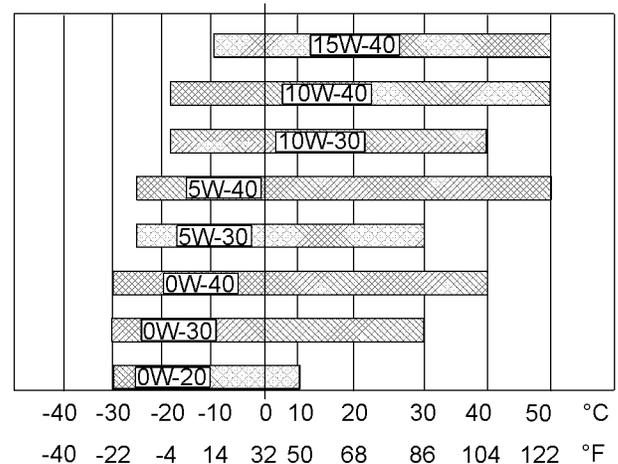

図 43
冷めたエンジンを始動するのに必要なオイルの粘度を確定するには、図43 (最低温度) を参照してください。
想定される最高外気温でエンジンを運転する際のオイル粘度を選定するには、図43 (最高温度) を参照してください。
- 適切な“推奨油粘度”を参照する。図43を参照して、各エンジンに適した粘度等級を確認する。